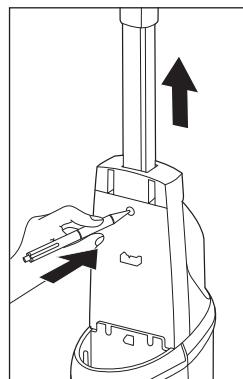

Fig. 2
- Dacă dorîți să îndepărtați din nou unitatea manuală ① din aparat, trebuie mai întâi să îndepărtați rezervorul de apă curată ⑪ din aparat pentru a ajunge la lăcașul unității manuale ① (a se vedea capitolul **Umplerea rezervorului de apă curată**). Când ați îndepărtat rezervorul de apă curată ⑪, împingeți lăcașul unității manuale ① din orificiul lăcașului cu un obiect ascuțit. Apoi puteți să trageți din nou unitatea manuală ① din aparat (a se vedea fig. 2).